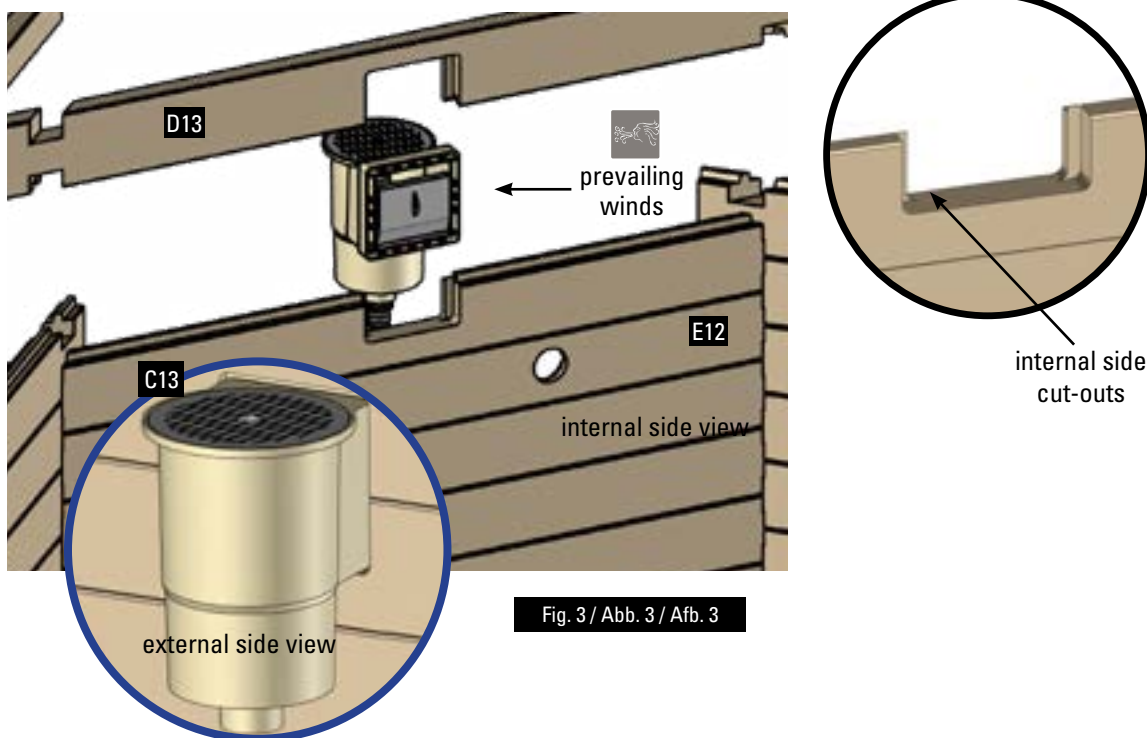

Fig. 3 / Abb. 3 / Afb. 3
- EN Skimmer:** •Place the specific boards of the skimmer facing the prevailing winds. Boards (C13) and (D13) will always be placed over a panel starting by board (A25) (figure 3). •The skimmer will not be stable until the pool is filled. *The skimmer (with its flap) is fitted as the same time as the finishing board.*
- FR Skimmer:** •Placez les madriers spécifiques au skimmer face aux vents dominants. Les madriers (C13) et (D13) se positionnent toujours sur un pan commençant par un madrier (A25) (figure 3). •Tant que le bassin n'est pas rempli, le skimmer ne sera pas stable. *Le skimmer (avec son volet) s'emboîte en même temps que le madrier de finition.*
- NL Skimmer:** •Plaats de planken die specifiek voor de skimmer zijn met het gezicht op de overheersende windrichting. De planken (C13) en (D13) worden altijd op een paneel geplaatst en er wordt begonnen met plank (A25) (afbeelding 3). •Zolang het zwembad niet is gevuld, zal de skimmer niet stabiel zijn. *De skimmer (samen met zijn afsluiter) wordt op het zelfde moment ertussen gezet als de plank voor de afwerking.*